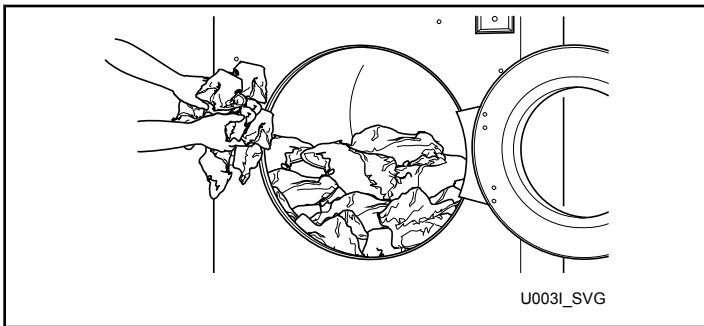

図 40
3. 可能な量の洗濯物を投入します。入れすぎないでください。図 40 を参照してください。